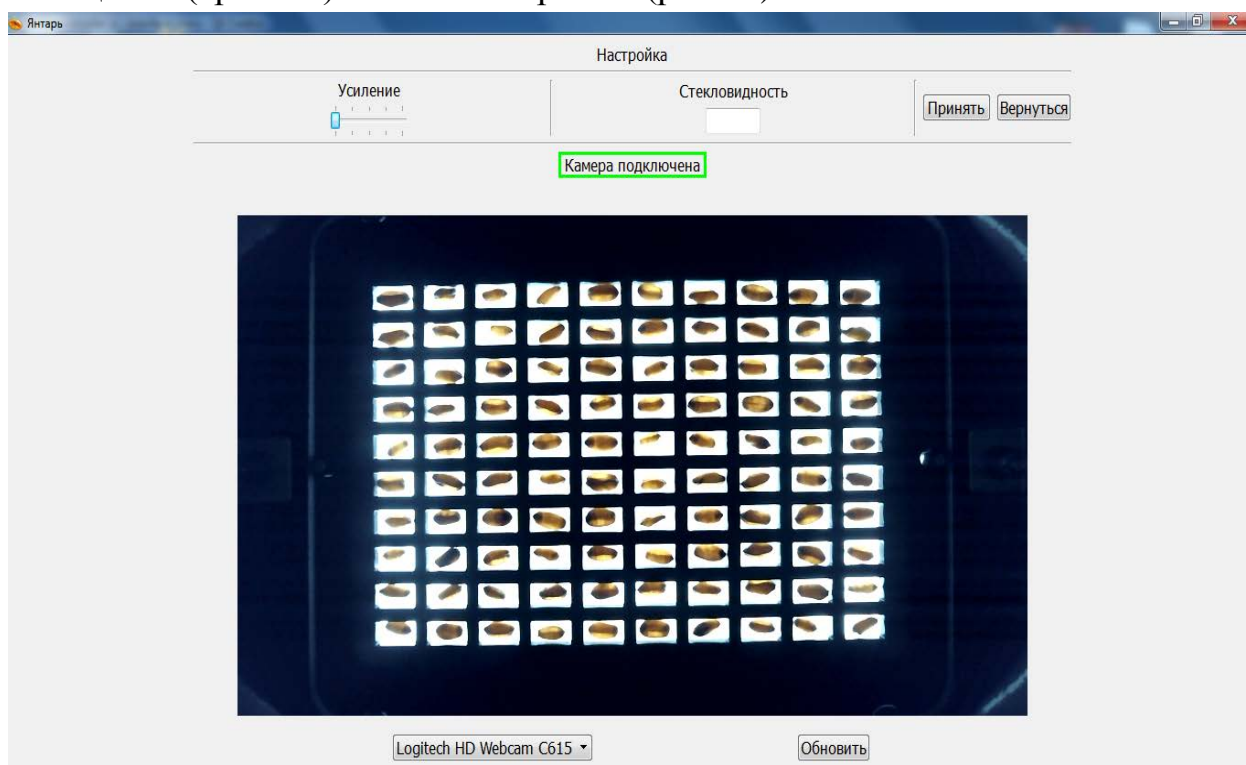

Рис.10
- На экране откроется окно настройки усиления интенсивности освещения (яркости) кассеты с зёрнами (рис.10):